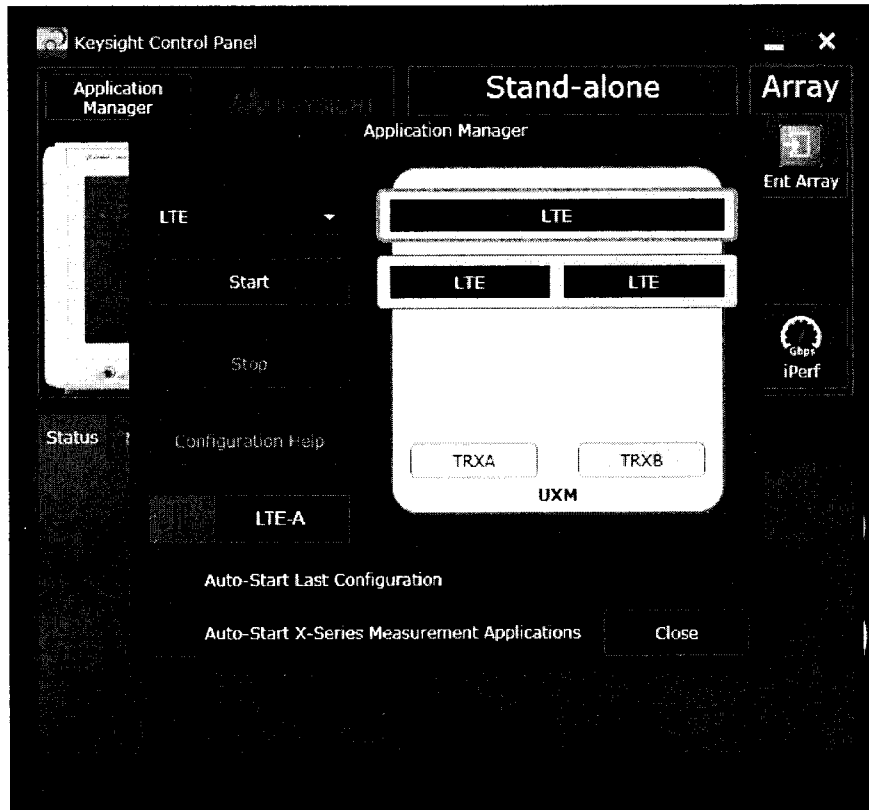

Рисунок 2.
7.4.2 Запустить программу Keysight Control Panel и нажать кнопку Application Manager (рисунок 2).